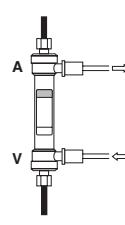

Fig.5/Abb.5/Εικ.5/Рис.5
7) Sluit de dialysaattanden aan op de dialysaattoorten zodat het dialysaat in tegenstroom met de bloedstroom stroomt. Verwijder eventuele luchtbellen en spoel de dialysaatzijde met dialysaat dat stroomt met ongeveer 500 ml/min. (Fig. 5) Laat het dialysaat minstens 5 minuten stromen. Vermijd ultrafiltratie tijdens deze procedure.